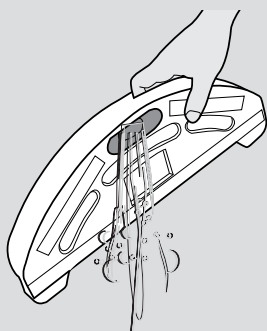

Рис. 16
4. По завершении влажной уборки снимите резервуар для воды и тряпку-моп. Откройте резиновый колпачок и слейте остатки воды из резервуара. [Рис. 16]